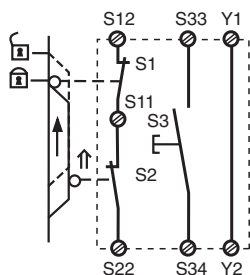

Fig. 5: Schutztürsteuerung 2
- Safety gate control 2 (Fig. 5)
- Dispositif de verrouillage 2 (fig. 5)